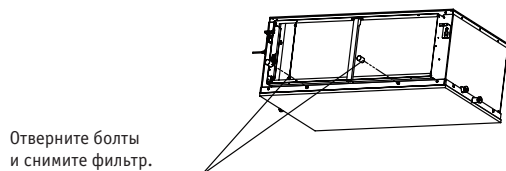

Рис. 16.1
1. Демонтируйте воздушный фильтр (см. рисунок 16.1).